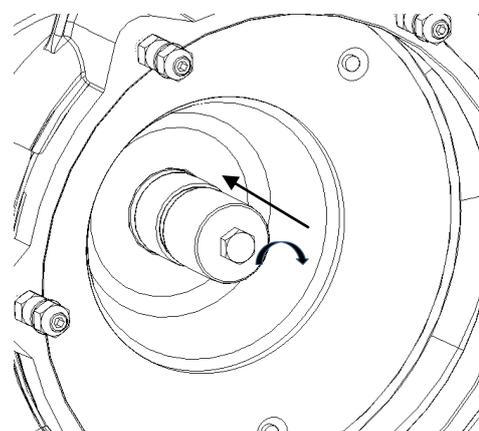

Figure 23: réglage de la longueur fonctionnelle avec douille de montage
- Maintenant mettez la douille filetée sur le bout d'arbre et serrez la douille avec une vis hexagonale M10x25. Ceci sert à régler la longueur fonctionnelle de la garniture mécanique qui est indispensable à un fonctionnement impeccable de la garniture mécanique. (figure 23)